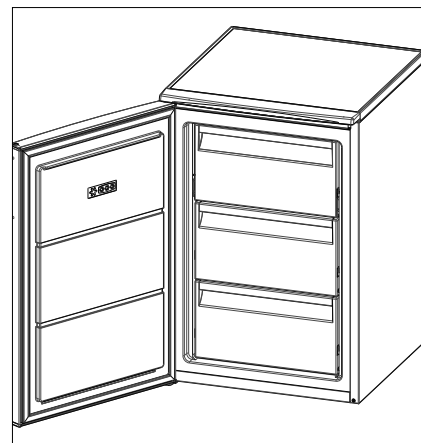

Abb. 14
Die Öffnungsrichtung der Gefrierraumtür (4) ist nun geändert (Abb. 14).